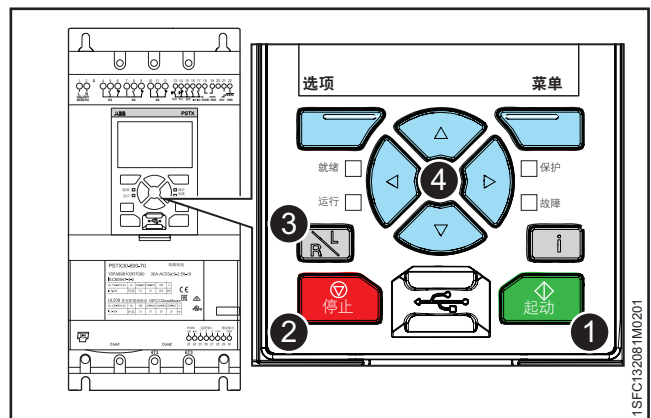

图 6.9 本地控制
起动键是软起动器的起动开关。按下此键可按照设置的参数起动并运行电动机。见图 6.9 中的 ①。
按下此键可按照设置的参数停止电动机。如果需要，您可以在起动斜坡期间发出停止命令。见图 6.9 中的 ②。
使用此键可通过数字输入和现场总线控制软起动器或通过 HMI 进行本地控制。见图 6.9 中的 ③。